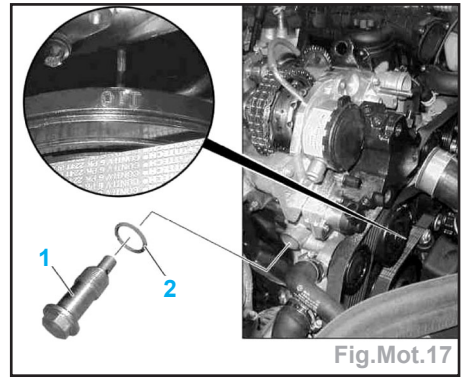

Fig.Mot.17
- Positionner le piston du 1^{er} cylindre au PMH (repère OT face au repère sur le couvercle de carter de distribution) (Fig. Mot.17).